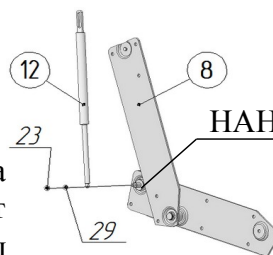

Рис.3.1
3. **НАНЕСТИ НА ОСИ МЕХАНИЗМОВ ПОДЪЁМА ПОЗ.7 И 8 СМАЗКУ** поз.34 в соответствии с рис.3.1 и 3.2. Присоединить газлифты поз. 12 к механизмам поз.7и 8 штоком (тонким стержнем) вниз в соответствии с рисунками 3.1 и 3.2, используя гайки М6 со стопорным кольцом поз.23. Под гайки установить шайбы Ø6х18 стальные поз.29.